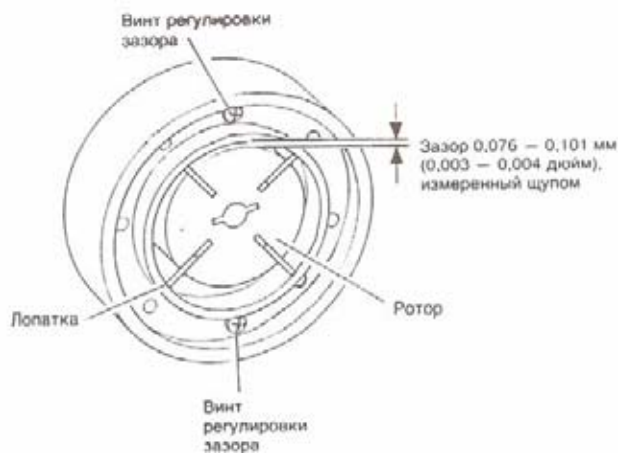

Рис.15 Расположение винтов регулировки зазора
9. Проверьте зазор ротора. Если необходимо, отрегулируйте зазор, который должен составлять от 0,076 до 0,101 мм (см. рис. 15).